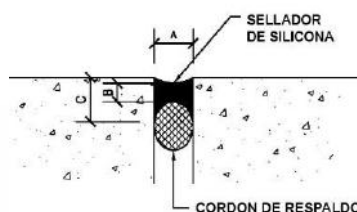

Figura 2. Diseño de junta para cristales en lucarnas
- ✓ La dimensión B debe ser $\frac{1}{2}$ de la dimensión A (ver figura 2).